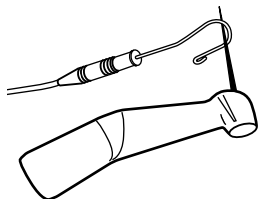

Fig. 7: Activación del localizador de ápice con clip labial y lima en el contra-ángulo VDW 6:1
3. Para encender el localizador de ápice, ponga en contacto el clip labial con la lima durante aproximadamente 3 segundos. **¡No toque el tope!** Ver Fig. 7.